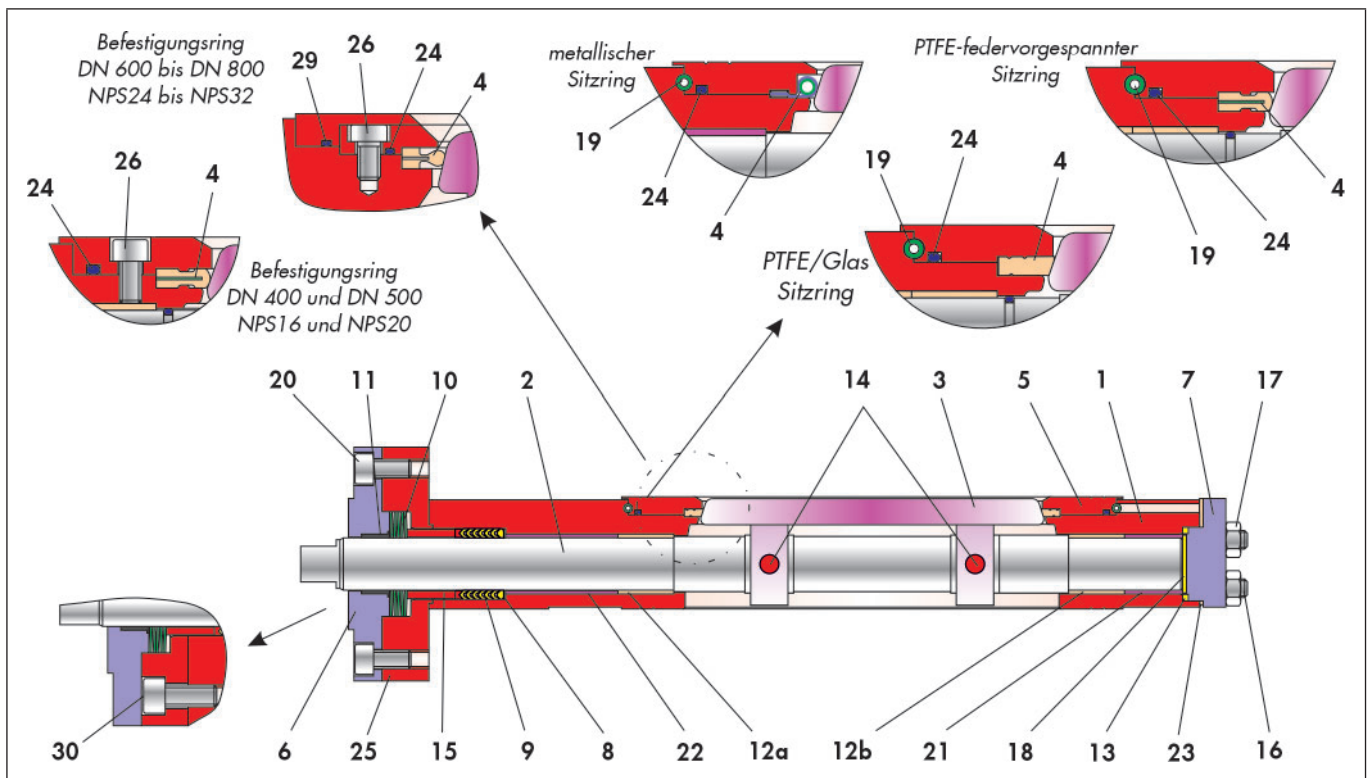

Bild 3-4: Schnittzeichnung der Klappe BR 14c mit tellerfedervorgespannter Dachmanschettenpackung
- ⇒ PTFE-Dachmanschettenpackung (9) über die Schaltwelle in die Gehäusebohrung schieben und mit einer Montagehülse andrücken. Die Anordnung der Dachmanschettenpackung ist der Schnittzeichnung Bild 3-4 zu entnehmen.
- ⇒ Zwischenflansch (25) auf das Klappengehäuse aufsetzen und mit Schrauben (30) justieren.
- ⇒ Schrauben (30) gleichmäßig und wechselseitig anziehen.
- ⇒ Druckring (15) über die Schaltwelle schieben und an die entsprechende Stelle im Klappengehäuse eindrücken.
- ⇒ Tellerfedersatz (10) einbringen. Die Anordnung der Tellerfedern ist der Schnittzeichnung Bild 3-4 zu entnehmen
- ⇒ Lagerbuchse (11) in den Stopfbuchsflansch (6) eindrücken.
- ⇒ Der so vormontierte Stopfbuchsflansch sauber auf den Zwischenflansch stecken und mit Schrauben (20) justieren.
- ⇒ Schrauben (20) gleichmäßig und wechselseitig anziehen.